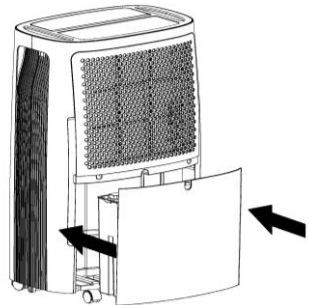

Fig. 3
3. Uma vez vazio volte a colocá-lo no aparelho. Ao colocar o depósito, pressione-o firmemente e empurre com as duas mãos. Se o mesmo não estiver posicionado corretamente, o sensor de **"tanque cheio"** será ativado, e o desumidificador deixa de funcionar. (Fig.3)